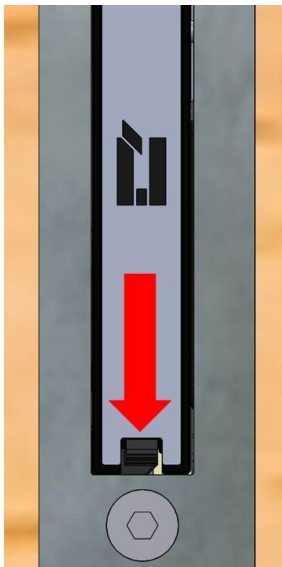
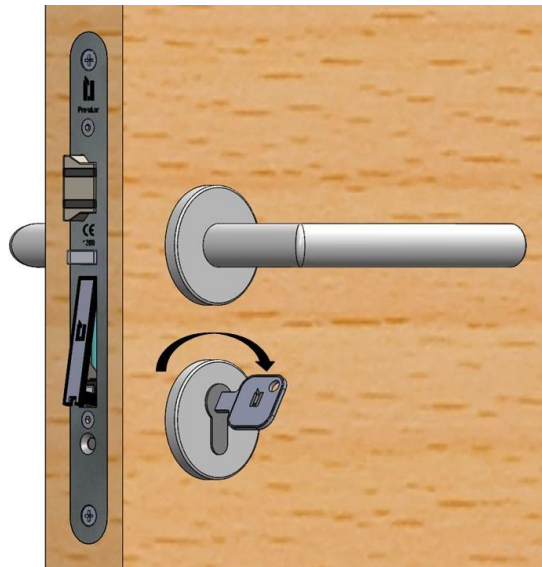

Bild 6.1 – Batteriewechsel Schritt 1
Bild 6.2 – Batteriewechsel Schritt 2
- Um die Batteriefachabdeckung zu entfernen, drücke Sie die Lasche mit einem Schlitzschraubendreher in Pfeilrichtung (Bild 6.1) und drehen Sie gleichzeitig den Schlüssel in Entriegelungsrichtung bis zum Anschlag (Bild 6.2).